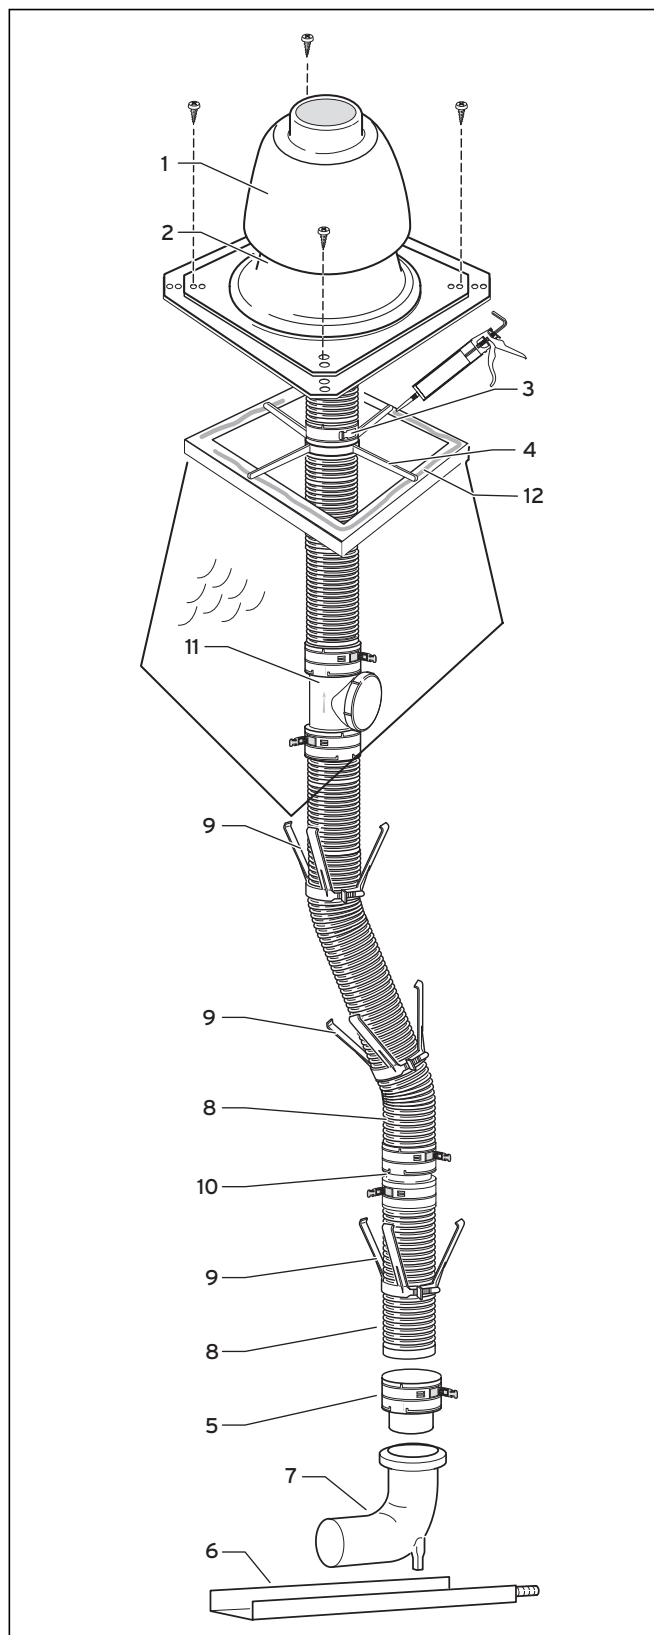

Fig. 4.28 Structure du système de la conduite flexible d'évacuation des fumées
- Faites glisser l'extrémité inférieure de la conduite d'évacuation des fumées (8) à fond dans l'élément emboîtable (5) et fixez-le avec des verrouillages par enclenchement.
- Montez les écarteurs (9, fig. 4.28) sur la conduite d'évacuation des fumées à 2 m d'intervalle maxi.
- Glissez la croix de montage (4) sur la conduite d'évacuation des fumées (8) sur la joue de la cheminée d'aération (cf. fig. 4.28).
- Glissez la virole de raccordement (3) sur la conduite d'évacuation des fumées (8) puis fixez-la à l'aide de verrous par enclenchement au-dessus de la croix de montage (4). La conduite d'évacuation des fumées est suspendue dans la croix de montage.
- Etanchez le rebord de la bouche (12) à l'aide de silicone.
- Fixez la base du chapeau de la cheminée (2) au moyen de quatre vis.